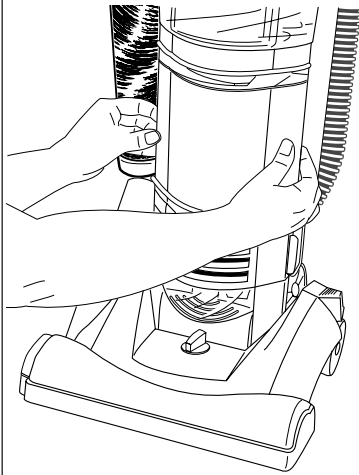

FIG. 12
Step 2: Grasp dust cup with both hands and pull out (FIG. 12).
Étape 2 : Saisissez le collecteur à poussière avec les deux mains et retirez-le (FIG. 12).
Paso 2: Tome el recipiente para polvo con ambas manos y jálalo hacia afuera (FIG. 12).